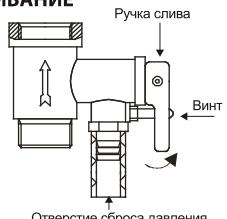

Рис. 14
6. Чтобы правильно слить воду из внутреннего бака, надо воспользоваться сливным отверстием (только для серии FE1/FE6) (для этого открутите заглушку, закрывающую сливное отверстие), также воду можно слить через комбинированный предохранительный клапан (рис.14)(для этого открутите винт ручки слива комбинированного предохранительного клапана и переведите ручку слива в верхнее положение, при этом кран выхода горячей воды должен быть открыт, а кран подачи холодной воды в водонагреватель должен быть перекрыт).